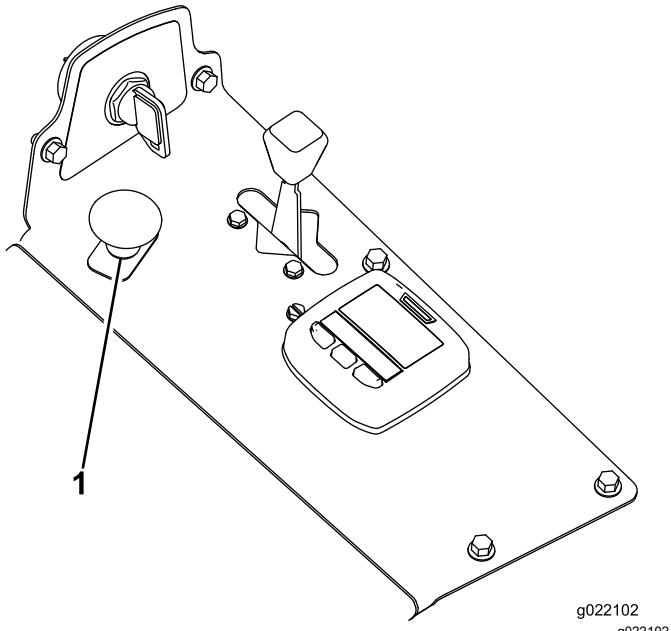

Figura 20
3. Tire del mando de la TDF para engranarla (Figura 20).